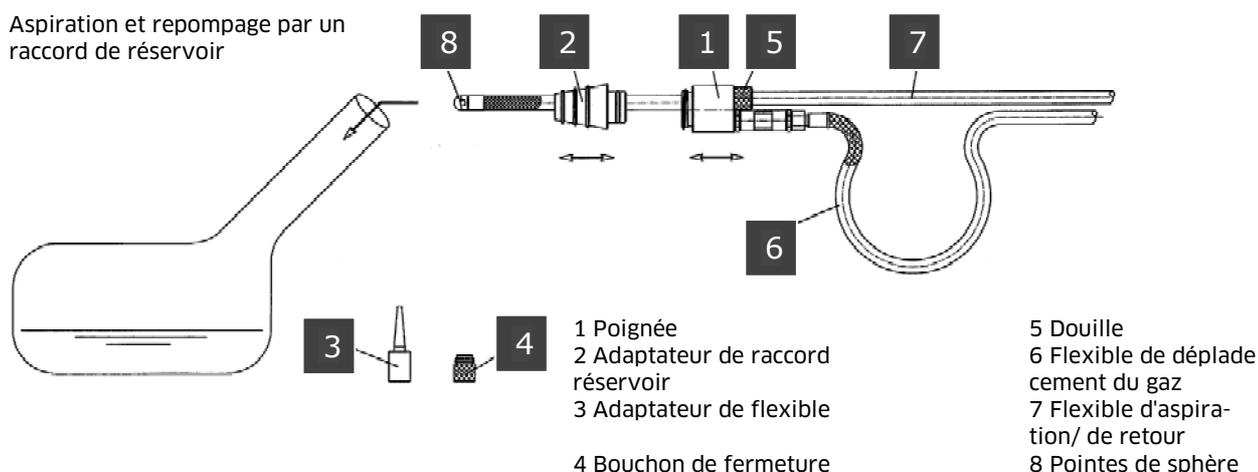

Figure 2
Pour les véhicules au cas desquels l'aspiration est effectuée par le raccord du réservoir, la tubulure d'aspiration doit être assemblée comme suit (Voir fig. 2 – les pos. 3 et 4 font partie du kit adaptateur disponible en option pour l'aspiration via le flexible de carburant):
- Dévisser le bouchon de fermeture (4) de la poignée (1) et tirer le flexible d'aspiration par la poignée.
- Visser la douille (5) sur la poignée (serrage à main).
- Le filetage de la poignée (1) doit être adapté au raccord du réservoir du véhicule. Si tel n'est pas le cas, l'adaptateur (2) peut être glissé par-dessus le flexible d'aspiration dans la poignée. Il faut veiller à ce que le joint torique soit posé d'une manière impeccable.